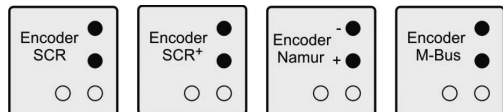

Figura 10: Adesivo Encoder
- Per effettuare il collegamento utilizzare solo cavi schermati (DIN EN 60079-14) e tenere conto della corretta configurazione dei pin (vedi targhetta adesiva accanto al coperchio della morsettiera terminale), Figura 10.